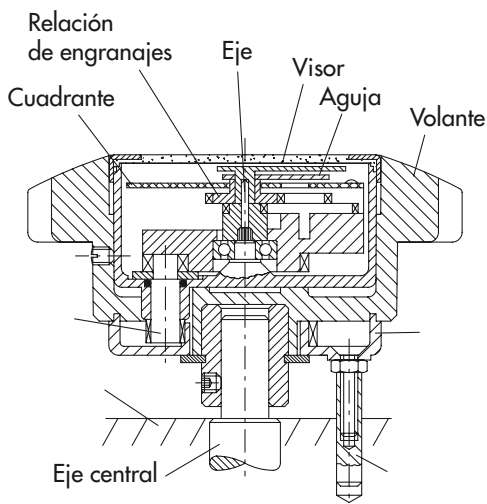

Fig.4
- 1.2 El sistema de movimiento se encuentra en una carcasa sellada (fig. 4). El volante/mando que contiene el indicador es ensamblado al eje. En la parte posterior del volante/mando, un soporte posterior con corona dentada interna adecuadamente protegida, se fija al cuerpo de la máquina mediante un posicionador (o similar) quedando perfectamente acoplado a la máquina durante la rotación del volante. La rotación del volante provoca al mismo tiempo la rotación de un piñón satélite que transmite el movimiento al interior de la carcasa del indicador. Mediante una serie de engranajes internos, la rotación se transmite a las dos agujas, mientras que el cuadrante graduado permanece fijado al cuerpo de la máquina por medio del posicionador.